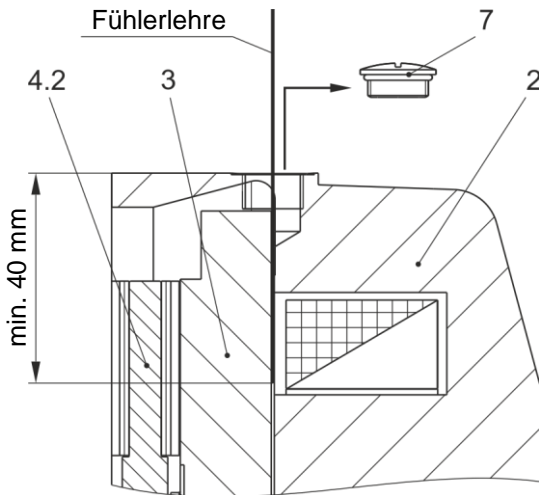

Bild 10
Der Luftspalt kann, nach Entfernen von Verschlussstopfen/Verschlusschraube (7), mittels Fühlerlehre geprüft werden. Diese muss mindestens 40 mm tief (siehe Bild 10) eingebracht werden, damit der Abstand zwischen Ankerscheibe (3) und Spulenträger (2) gemessen werden kann.